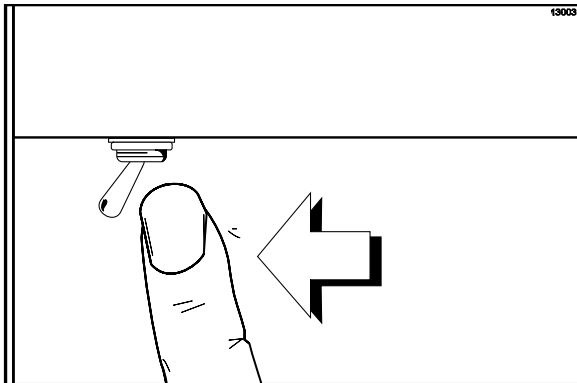

Figure 101
1. S'assurer que le commutateur de marche/arrêt est à l'arrêt (Cf. Figure 101).